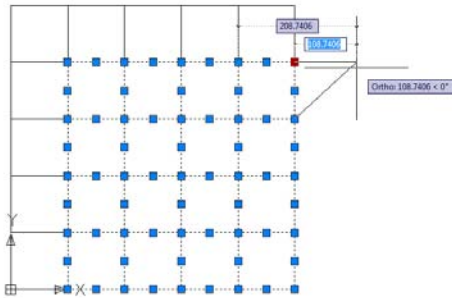

Figure 2.76
13. Observez également les points bleus des lignes sélectionnées. Lorsque vous cliquez sur l'un d'eux, il devient rouge (voir Figure 2.76, le point en haut à droite). On dit alors que c'est un point « chaud », et la ligne devient étirable et modifiable de façon dynamique. Nous reviendrons sur ce concept.